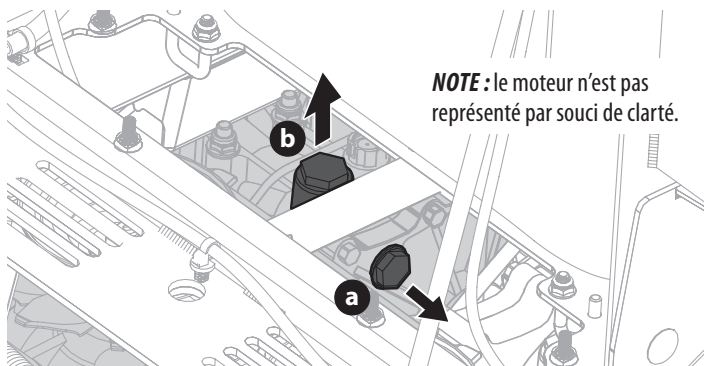

Fig. 28
2. Retirez le bouchon de l'orifice supérieur (a) (sur le côté du boîtier) pour permettre la ventilation pendant le remplissage d'huile (Fig. 28).
3. Retirez le bouchon de l'orifice de remplissage (b) (sur le dessus du boîtier) (Fig. 28).
4. Remplissez la boîte-pont d'huile par le bouchon de l'orifice de remplissage (b) jusqu'à ce que l'huile s'écoule par le bouchon de l'orifice supérieur (a) (Fig. 28).